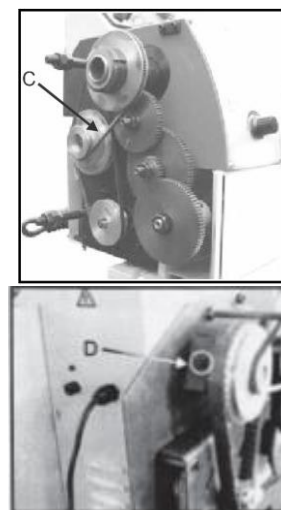

рис. 18
2. Отрегулируйте клиновой ремень (С, рис.18) в соответствующем положении.